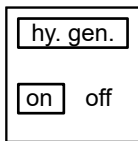

Abb. 30: Displayansicht Hydrogeneration
- Hydrogeneration muss unter **"Abb. 30: Displayansicht Hydrogeneration"** aktiviert sein.